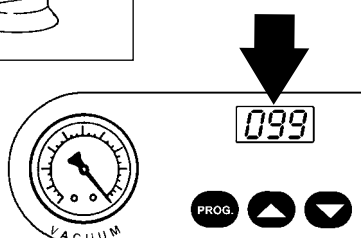

Fig. 3B
- Regolare la funzione "VAC" sul pannello comandi ad un valore 99% (versioni digitali con sensore) (**Fig. 3B**).